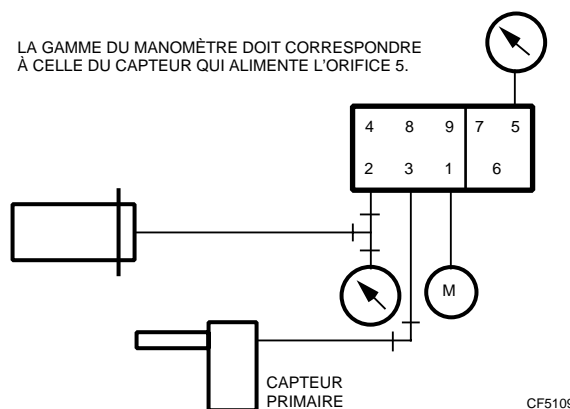

Fig. 8. Raccordement des canalisations pour le réglage du point de départ de la compensation (W_c) du RP920B.
1. Installer un manomètre récepteur correspondant au capteur de compensation ou un manomètre de 0 à 30 psi (0 à 207 kPa) dans l'orifice 5, comme l'illustre la Fig. 8.